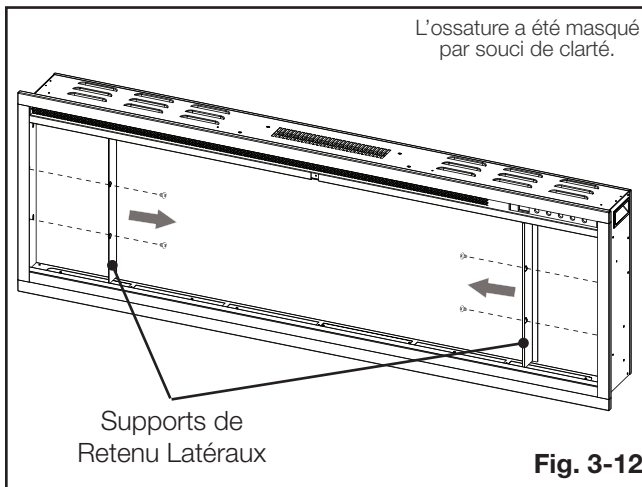

Fig. 3-12
- C. Retirez le supports de retenu latéraux en retirant les vis de l'intérieur de l'appareil (**Fig. 3-12**). Installez encore les vis après les retirant de la garniture extérieur.